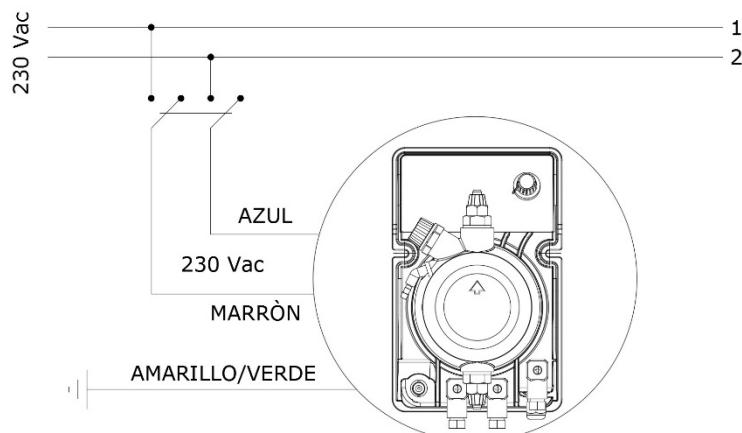

Fig. 4
B) Respetar las normas en vigor en los diferentes países por lo que se refiere a la instalación eléctrica (Fig. 4).